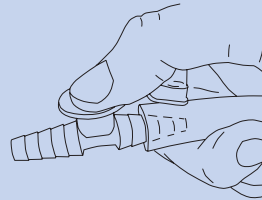

Abb. 25
2. Halten Sie die Öffnung des Absaugschlauchs (Abb. 2(J)) und des Fingertips (Abb. 25) zu.